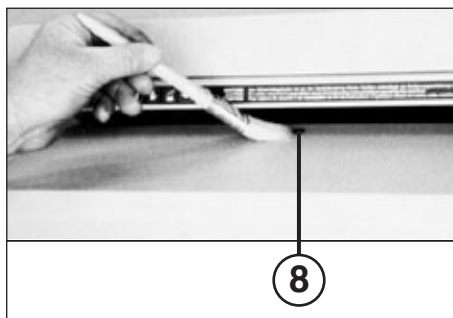

Fig. 5
RENGØRING AF FOTOCELLERNE (8) (fig. 5): Skulle der blive papirstykker liggende i papirsprækken (f.eks. efter papirophobning) er det muligt, at maskinen ikke stopper, da fotocellerne melder "optaget".